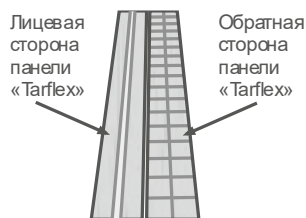

Рисунок 10
- 10.8.1 Панели необходимо укладывать вверх стороной с углублением (выборкой) по центру (см. Рисунок 10).